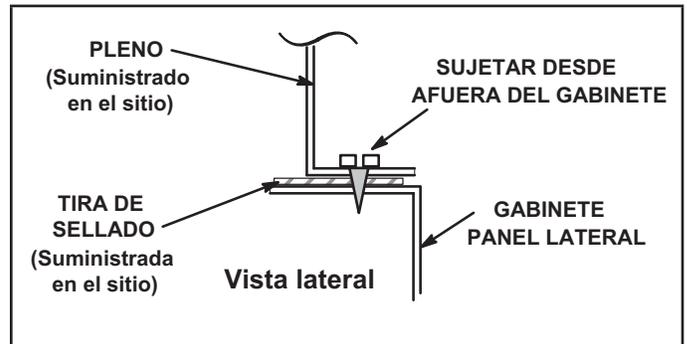
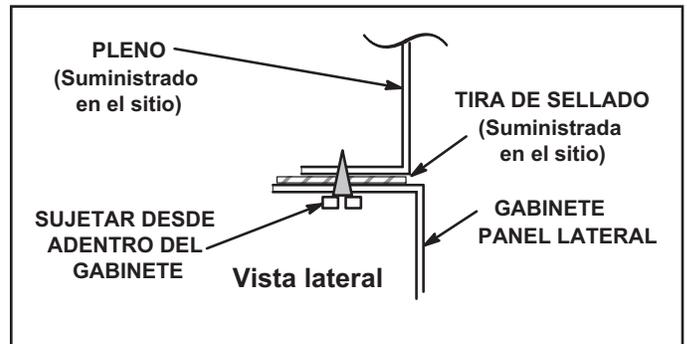

FIGURA 17
FIGURA 18
- 1- El borde inferior del pleno debe bridarse con un borde dobladillo (ver la FIGURA 17 y FIGURA 18).